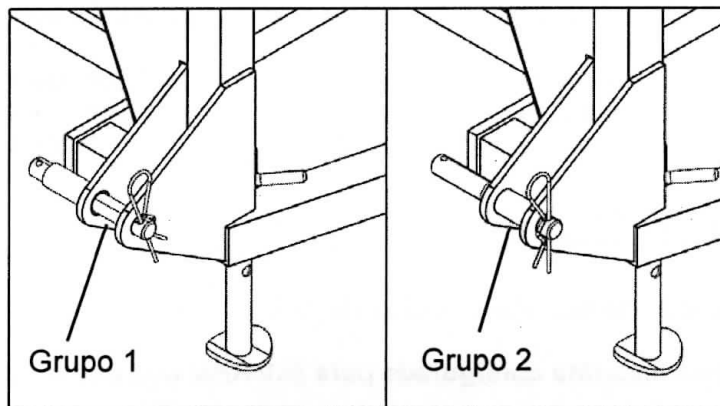

figura 2
La fertilizadora YOMEL FLEX 1050P puede ser enganchada en tractores con sistemas de tres puntos categorías 1 y 2 (recomendable categoría 2) esto se logra dando vuelta los pernos de enganche de la máquina. (figura 2).
**IMPORTANTE:** siempre se deben colocar los brazos del tractor entremedio de las placas del chasis ya sea para categoría 1 ó 2. (figura 2).